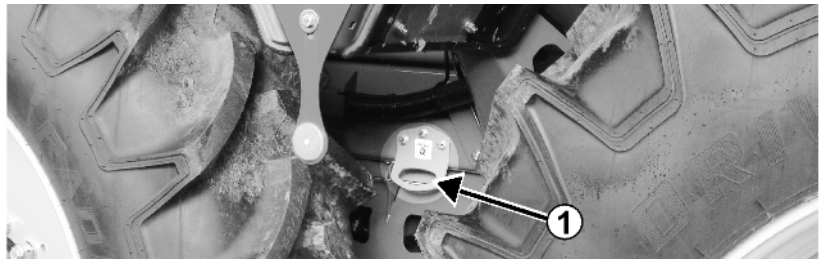

Fig. 7
- Points d'amarrage à droite et à gauche entre les roues (Fig. 7/1)